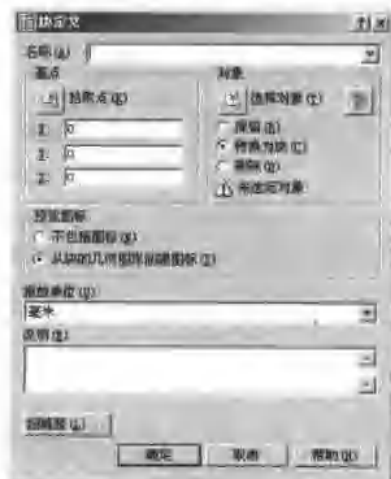

图 1-6 “块定义”对话框
(2) 在命令行中输入 **block** 并按 **Enter** 键,弹出如图 1-6 所示的“块定义”对话框。在其中输入相关的图块信息,可以进行图块定义。